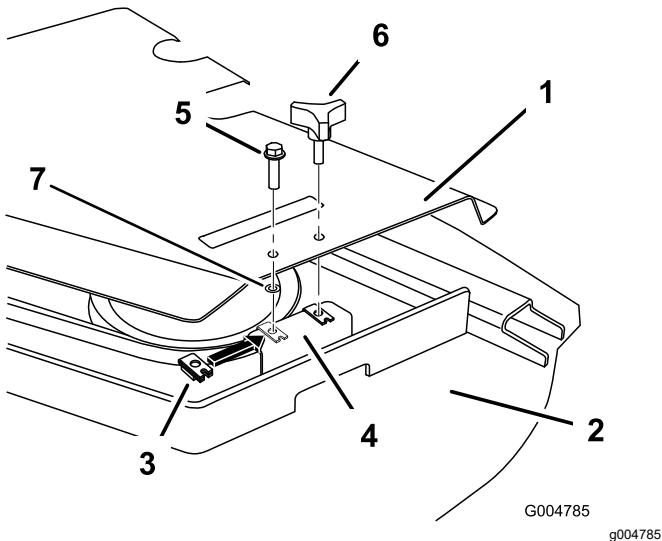

Figure 8
3. Placez un écrou de retenue sur le trou avant du support de plateau (Figure 8).
4. Fixez le protège-courroie avec le boulon (5/16 x 1-1/4 po) et l'écrou poussoir (5/16 po), comme montré à la Figure 8.